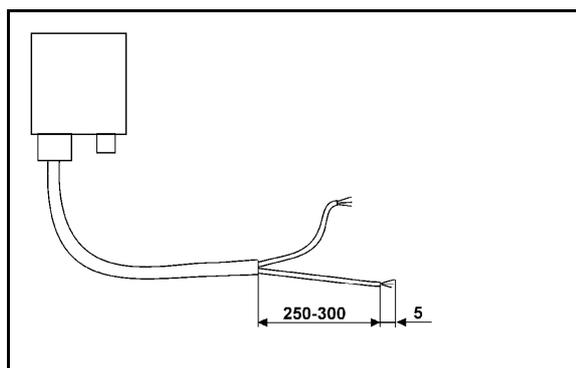

Fig. 3
Ejemplo (Fig. 3/6):
3. Pelar el extremo del cable (Fig. 3) aprox. de 250 a 300 mm
- Quitar el aislamiento de los extremos del cable (Fig. 3) de forma individual unos 5 mm.